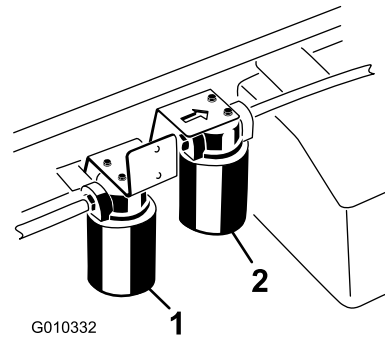

Figura 74
2. Limpie la zona de montaje del filtro. Coloque un recipiente debajo del filtro y retire el filtro (Figura 74).
1. Limpie alrededor de la zona de montaje del filtro de alto caudal (Figura 74). Coloque un recipiente debajo del filtro y retire el filtro.